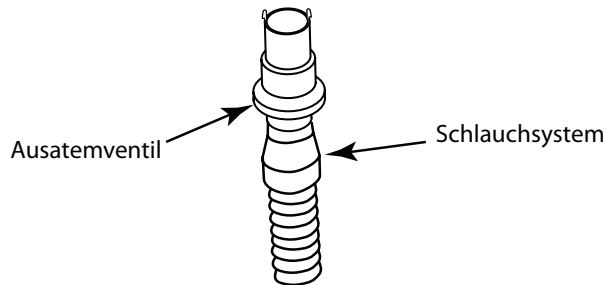

Abb. 5-4 Anschluss einer Ausatemvorrichtung
- B. Bei Verwendung einer Maske mit separatem Ausatemventil das offene Ende des Schlauchsystems an die Ausatemvorrichtung anschließen (siehe Abb. 5-4). Die Ausatemvorrichtung so anbringen, dass die ausgeatmete Luft vom Gesicht weg geblasen wird.